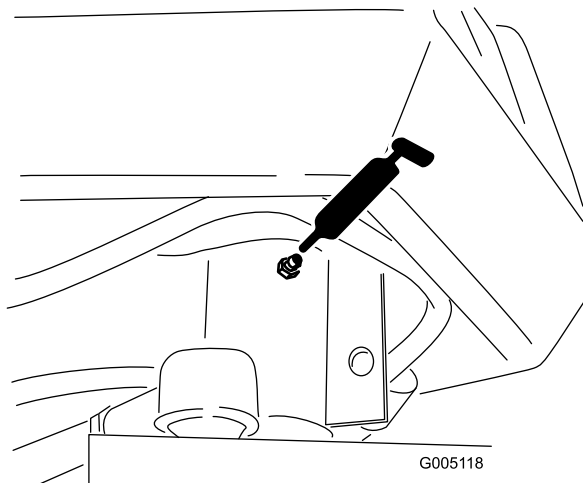

Figure 39
- Axe de fourche de direction (1) (Figure 39)
- Extrémité de la tige (Figure 39)